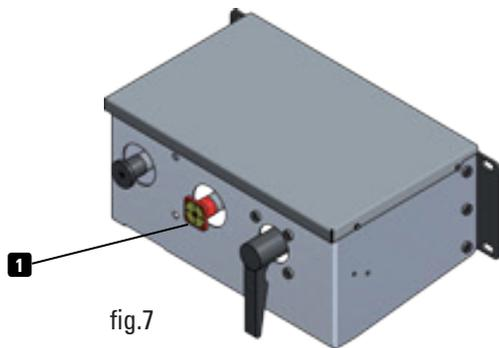

fig.7
**Manovra di sgancio:** come primo intervento è necessario impegnare il freno di stazionamento o di parcheggio del veicolo. I veicoli dispongono di impianto di frenatura di parcheggio di tipo a cilindri a molla con comando pneumatico. Quindi è necessario per eseguire questa operazione effettuare l'estrazione del pomello rosso presente sulla staffa di servizio (part.1 fig.7 pag. 32). Dopodiché scollegare i giunti pneumatici ed i connettori elettrici tra motrice e semirimorchio (capitolo 6 Collegamenti pneumatici ed elettrici). Poi tirare la leva di sicurezza per eseguire la manovra di sgancio (part.1 pag.30).
**Uncoupling operation:** to begin with, engage the vehicle's parking brake. The vehicles have a spring cylinder parking brake system with pneumatic control. Therefore, in order to perform this operation, pull out the red knob on the control box (part.1, fig.7, page 32). Afterwards, disconnect the pneumatic couplings and the electrical connectors between the tractor and semi-trailer (chapter 6 Pneumatic and electrical connections). Then, pull the safety lever to perform the uncoupling operation (part.1, page 30).